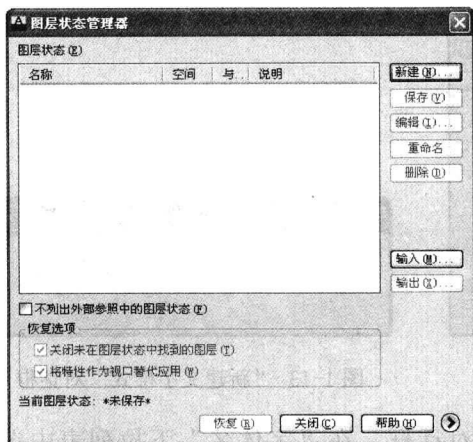

图 1-8 “图层状态管理器”对话框
1. 单击“图层特性管理器”对话框左上方的按钮, 弹出如图 1-8 所示的“图层状态管理器”对话框。